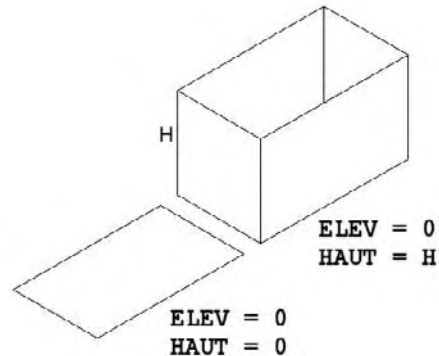

Fig.6.34
- 1 Tapez la commande ELEV au clavier (fig.6.34).